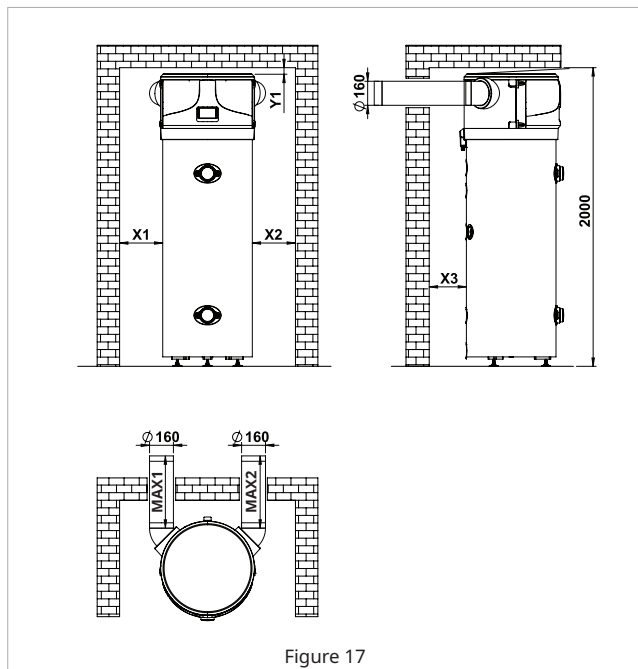

Figure 17
L'appareil doit être installé dans un endroit approprié permettant un fonctionnement et des réglages normaux, ainsi que la réalisation des procédures de maintenance courante et spéciale. Respectez toujours les recommandations en matière d'espace libre illustrées dans la Figure 17.
L'appareil doit être installé à l'écart de surfaces combustibles dans un endroit approprié permettant un fonctionnement et des réglages normaux, ainsi que la réalisation des procédures de maintenance courante et spéciale. Respectez toujours les recommandations en matière d'espace libre illustrées dans la Figure 17.
Un conduit d'air dédié est requis, comme indiqué dans l'illustration (Figures 17, 18, 19).
5.3.1 Installation gainable (Figure 17)